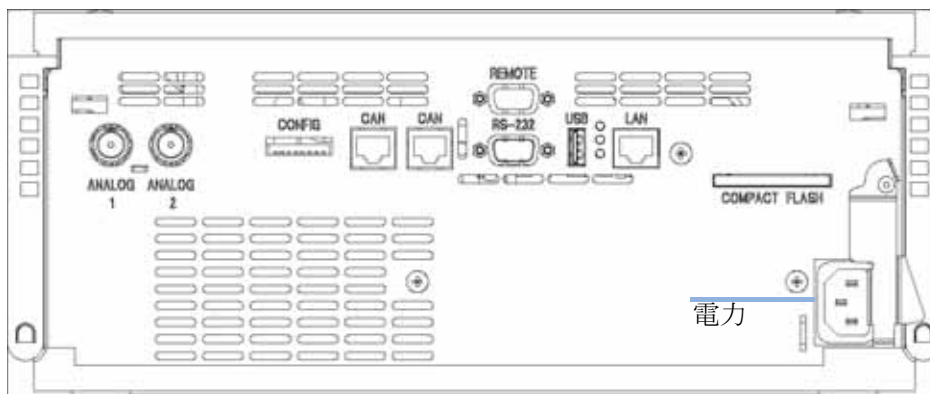

図 5 検出器の背面図
- 1 LAN インタフェース (モジュールの背面、設定スイッチの下、33 ページ 図 5 を参照してください) の MAC アドレスを書き留めてください。これは、「LAN コンフィグレーション」 39 ページ に必要です。